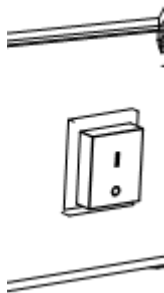

Figura 2
- Coloque el interruptor en la posición I y compruebe que el ventilador funciona correctamente. (Figura 2)